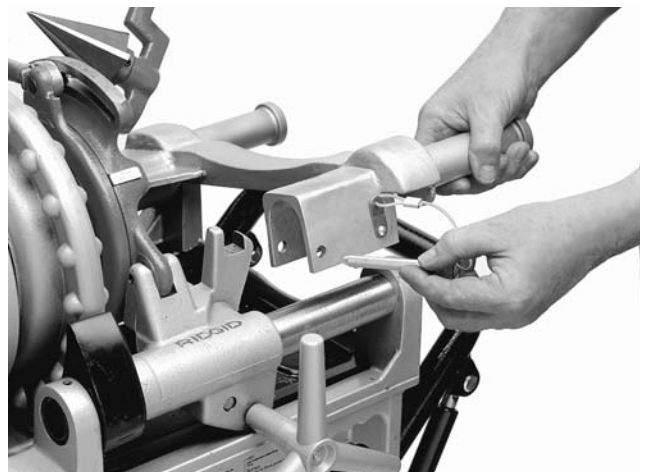

Figure 5 – Montage de l'adaptateur sur la machine à fileter 300 Compact
2. Placer l'adaptateur sur les rails de la 300 Compact, puis le fixer à l'aide de la broche attachée (Figure 5).